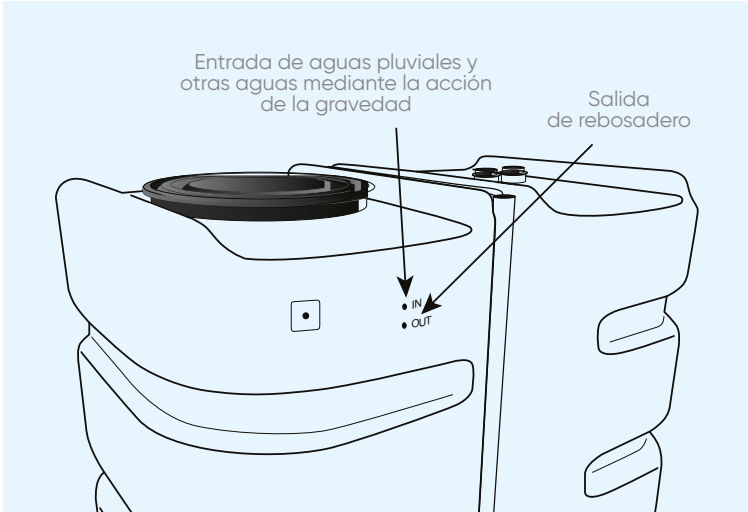

Figura 4
Cuando se desee instalar un tubo de entrada por gravedad (p.e. aguas pluviales), perforar la pared en el lugar indicado en la figura 4 (IN) y montar el dispositivo.
Para la instalación de una salida de vaciado, el depósito de 2000 L presenta en su parte inferior (ver esquema letra E) una o varias zonas planas y reforzadas donde la pared del depósito puede ser perforada en el lugar indicado. La figura 4 detalla donde montar los pasamuros de 1" con sus juntas correspondientes.